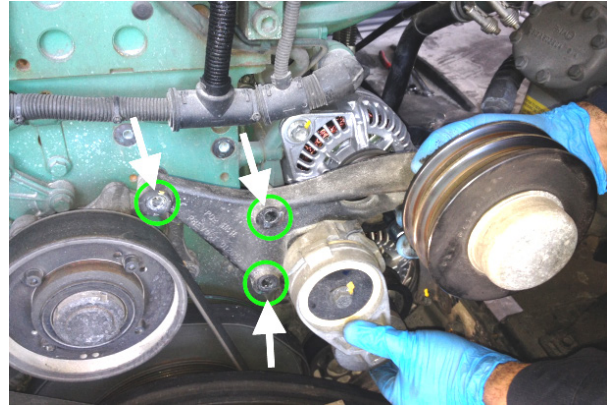

FIGURE 3
1. Enlever les courroies du compresseur A/C, puis enlever le support de la poulie folle (3 boulons à retirer, FIGURE 3).